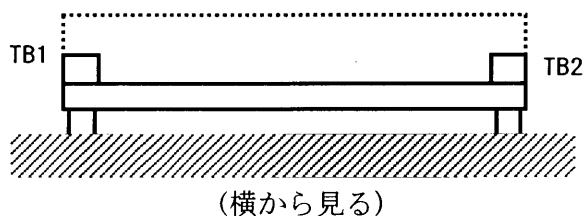

図1.1 取り付け方法
- (1) 入力 : AC 85 ～ 132[V] / 170 ～ 264[V]
(2) 出力 : 定格出力
(3) 取付方法 : 図1.1に示す